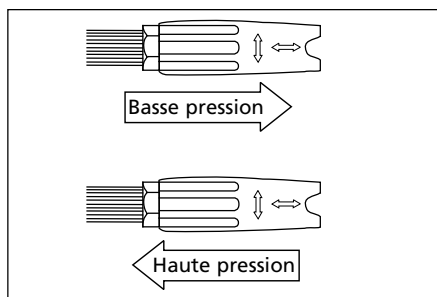

Figure 8 - Réglage de la buse
3. Glisser la buse à la position de basse pression telle qu'indiquée sur la Figure 8 et appliquer le détergent
3. Pour aspirer le savon/détergent, lâcher la gâchette et glisser la buse dans la position basse pression (Voir Figure 8). L'aspiration de détergent fonctionnera SEULEMENT avec la buse dans la position basse pression. Ceci permet aussi l'application de détergent sans